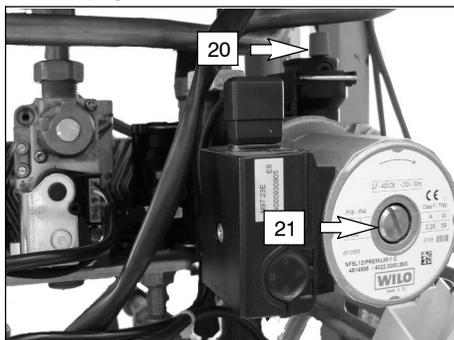

fig. 6.3
- 7 Allentare il tappo della valvola di sfiato automatico (20 in fig. 6.3).
- 11 Togliere il tappo 21 in fig. 6.3 e sbloccare la pompa ruotando il rotore con un cacciavite. Durante questa operazione sfiatare la pompa.